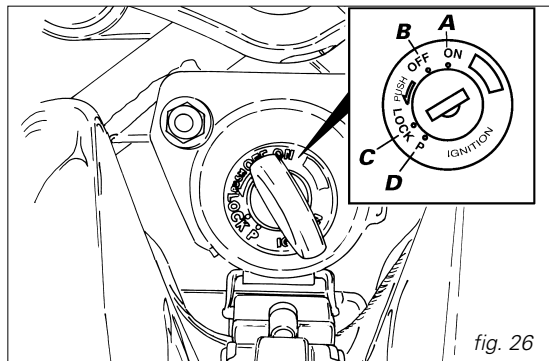

fig. 26
1) Déplacez le commutateur d'allumage en position **ON** (fig. 26). Vérifiez si l'avertisseur lumineux vert **N** et le rouge  sur le tableau de bord sont allumés.